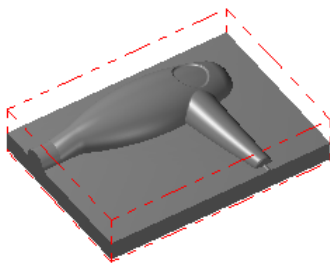

图 11.13.3 显示零件
Step3. 设置工件的尺寸。在“机器群组属性”对话框中单击 边界盒(B) 按钮, 系统弹出“边界盒选项”对话框, 接受系统默认选项数值, 单击 按钮, 系统返回至“机器群组属性”对话框。
Step4. 单击“机器群组属性”对话框中的 按钮, 完成工件的设置。此时零件如图 11.13.3 所示, 从图中可以观察到零件的边缘多了红色的双点画线, 双点画线围成的图形即为工件。